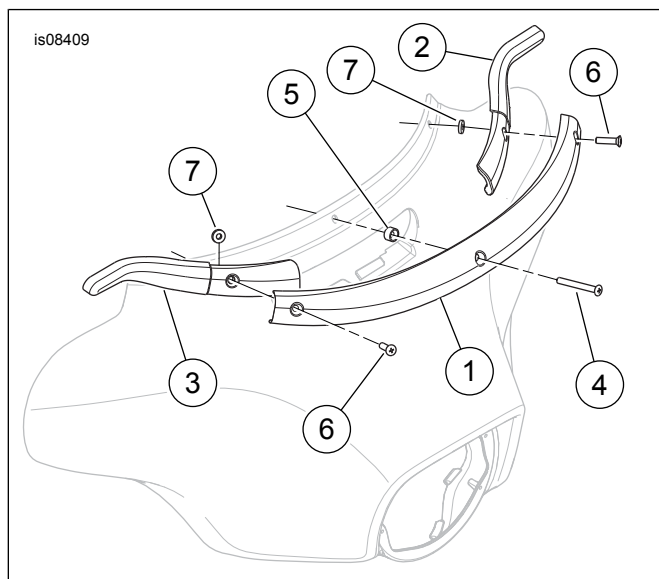

Figura 2. Parti di ricambio: Kit di montaggio specchietti per finitura del parabrezza
Vedere Figura 2 e Tabella 1.
3. Vedere Figura 2. Prendere la base della finitura del parabrezza (1) e i supporti dello specchietto (2, 3) dal kit.
5. Inserire la vite lunga (4) attraverso il foro centrale della base della finitura del parabrezza. Far scorrere il distanziale spesso (5) sulle filettature, dapprima il lato conico. Far scorrere il distanziale fino in fondo alla base della finitura.
6. Inserire una vite corta (6) attraverso ogni foro finale della finitura del parabrezza ed ogni foro del supporto dello specchietto. Far scorrere un distanziale sottile (7) sulla filettatura di ciascuna vite. Lasciare il distanziale vicino alla punta della vite.